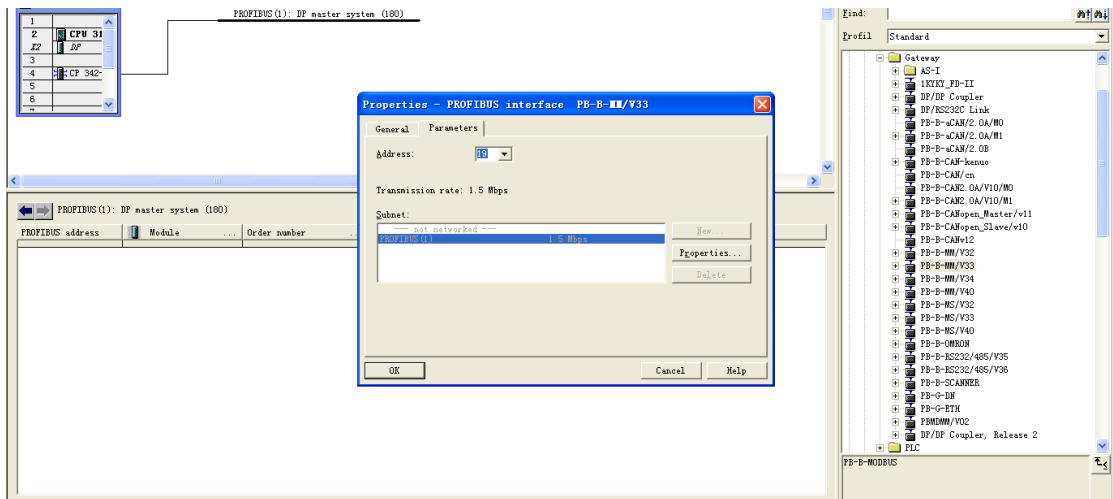
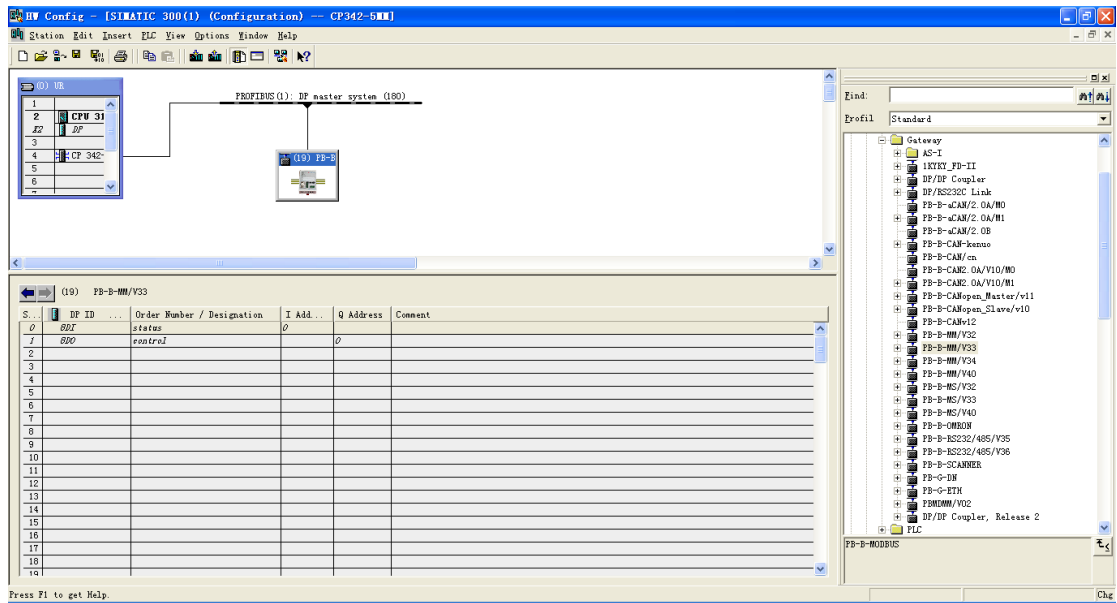

图 5
图 6
6. 点击菜单栏里的“Options>Install GSD file...”，将北京鼎实 PB-B-MODBUS 产品相应的 GSD 文件添加到 STEP7 中。添加成功后，会在软件右侧的设备目录“PROFIBUS DP>Additional Field Devices>Gateway”下找到该设备。以“PB-B-MM/V33”为例，将其拖到 PROFIBUS 总线上，此时会弹出一个属性窗口，设其从站地址为 19，如图 5。点击“OK”将 PB-B-MODBUS 挂到 PROFIBUS 总线上，如图 6。